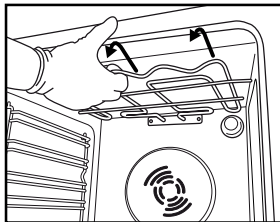
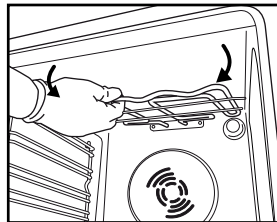

Fig. 4
Fig. 5
2. Træk let ud i varmelegemet (Fig. 4), og sænk det (Fig. 5).